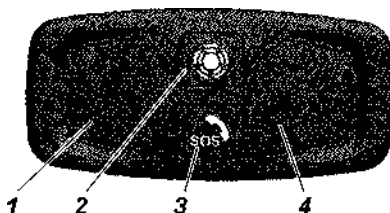

Рис. 3.6. Блок интерфейса пользователя:
-блок интерфейса пользователя (БИП) с кнопкой «SOS» 3 (рис. 3.6) находящийся на внутренней части крыши салона;
Индикатор устройства конструктивно совмещен с кнопкой экстренного вызова «SOS» 3 (рис. 3.6) и его индикация в зависимости от режимов работы УВ ЭОС приведена в таблице 3.1.